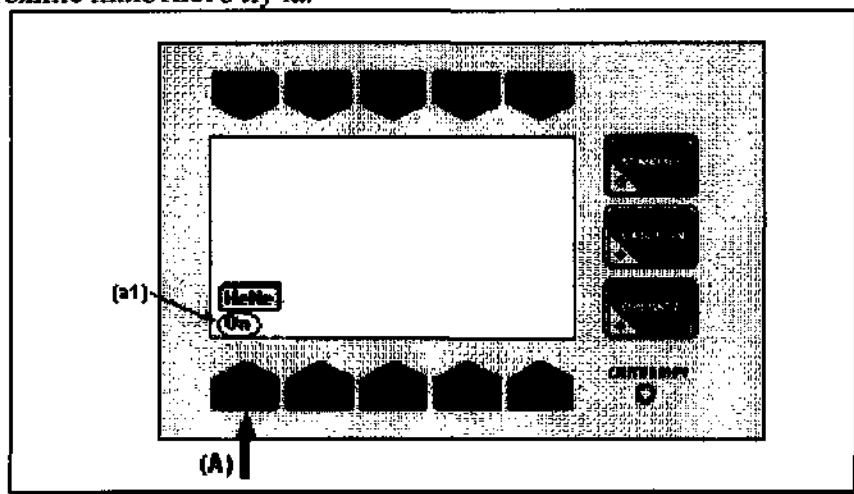

Рис. 7-3. Клавиша "Aiming"
В области «Aiming» экрана ((A1) на Рис. 7-3) выводится сообщение «On» если пилотный лазер включен и «Off» в противоположном (отсутствует пилотный луч).
Клавиша, расположенная выше надписи «Aiming» ((A) на Рис. 7-3) позволяет изменить состояние пилотного луча.